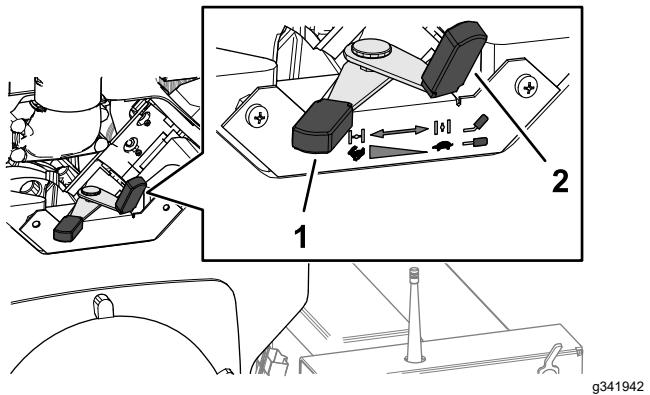

図 15
2. エンジンが冷えている場合は、チョークレバー図 15 を ON 位置にセットする。
3. スロットルレバー図 15 を低速と高速の中間位置にセットする。